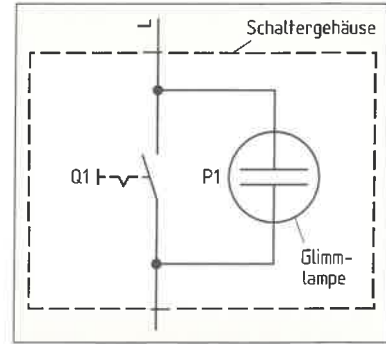

Bild 1: Schalterbeleuchtung
7. Erklären Sie mithilfe des ohmschen Gesetzes, wieso die Glühlampe P1 im Ausschalter Q1 (Bild 1) nicht leuchtet, wenn Q1 eingeschaltet ist.